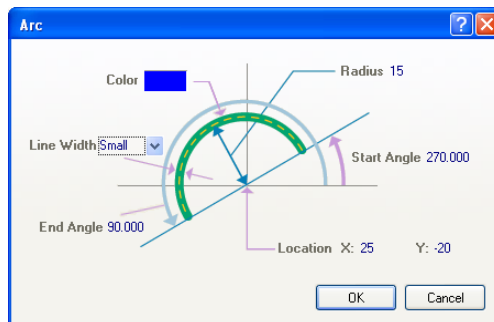

図 31 アークの属性は、ダイアログ、またはマウスを使用して定義できます。
2. **TAB** キーを押して、アークの属性を設定します。 *Arc* ダイアログが表示されます。半径を 15、開始点を 270、終了点を 90、ライン幅を **Small** に設定します(図 31)。